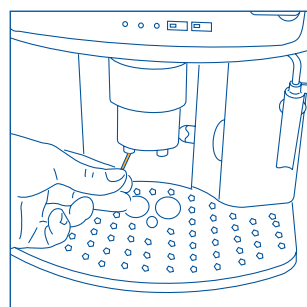

Fig.28
- Kontroller en gang i mellem, at kaffeudløbsrørets huller ikke er tilstoppet. For at rense dem, benyt en nål for at skrab de tørre kaffeaflejringer (fig. 28).